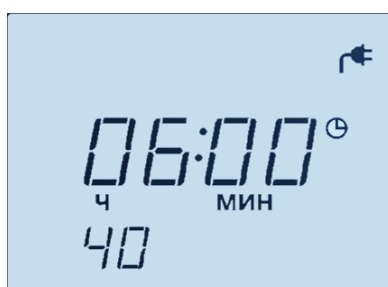

Рисунок 14. Цифровой индикатор Устройства, отображающий установку времени нагрева
ВРЕМЯ НАГРЕВА: Изменение времени нагрева воздуха (по умолчанию 6 ч) произвести, нажав кнопку ВРЕМЯ НАГРЕВА (10), и далее, нажатиями на кнопки « - » (11) и « + » (12), установить длительность нагрева каменки (термостатирования) (рис. 14);